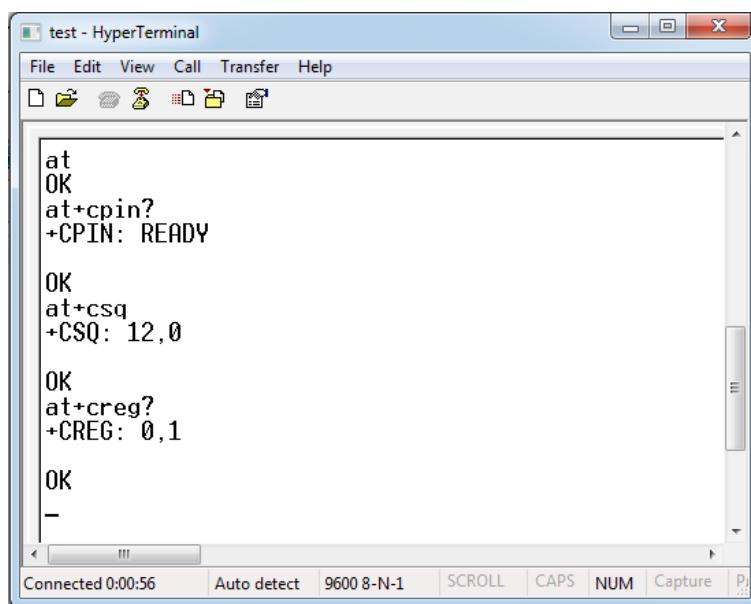

Рис.28. Ввод команд в окне HyperTerminal.
6. Для проверки отображения символов введите в окне терминала команду **AT** и нажмите **Enter** – ниже должен появиться ответ **OK** (Рис.28).